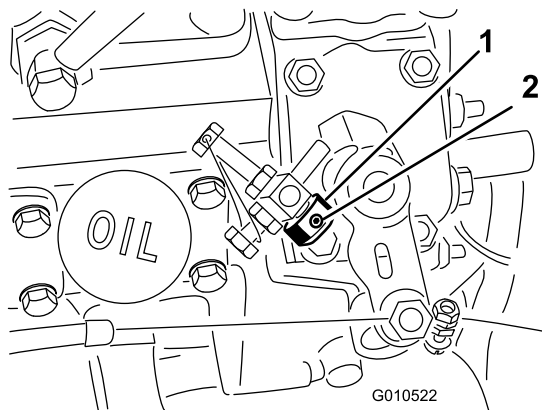

Figura 5
1. Afloje el tornillo de fijación del tope del acelerador (Figura 5).
2. Deslice el tope del acelerador sobre el tornillo de tope de ralentí alto (Figura 5). El extremo achaflanado del tope del acelerador debe quedar hacia fuera.